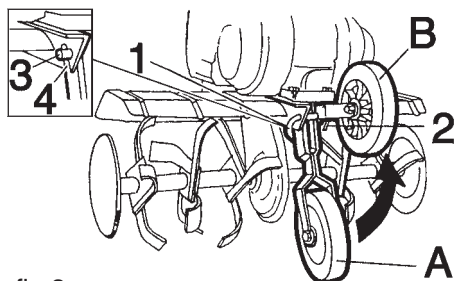

fig.3
(Fig. 3)
- Fixar o suporte da roda com o perne (3) e o dente de aço (4) (Fig. 3)
Na posição de transporte, o perne 1 tem que ser montado como na Fig. 3.